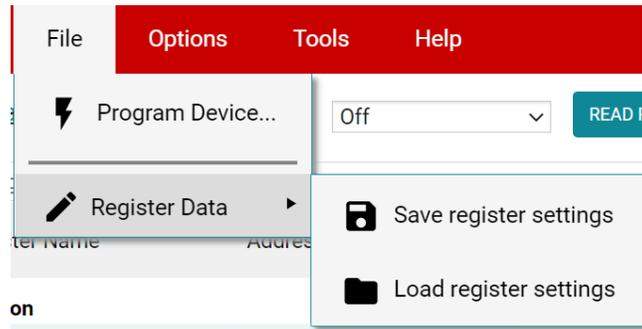

图 3-10. 保存和加载寄存器设置
- 为了方便起见，可以将寄存器设置保存起来，之后再载入任何具有相同寄存器映射的器件。为此，可转到 **File > Register Data**，如图 3-10 中所示。